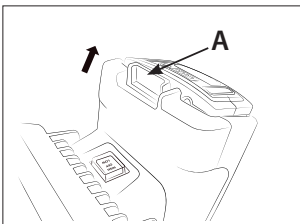

FIG. 2B
3. Pour enlever la batterie, appuyer le bouton d'accès à la pile (A), et sortir.
4. Pour installer la batterie, aligner les rails dans le compartiment à batterie à batterie à ceux sur le bloc-piles. Toujours insérer la batterie en l'enfonçant complètement jusqu'à ce qu'il s'enclenche avec un clic. Sinon, elle pourrait tomber hors de l'outil par accident et provoquer une blessure à vous-mêmes ou quelqu'un dans votre entourage. (Fig. 2B) N.B. Ne pas utiliser de la force lors de l'installation de la batterie. Si la cartouche ne rentre pas facilement, elle sera insérée incorrectement.